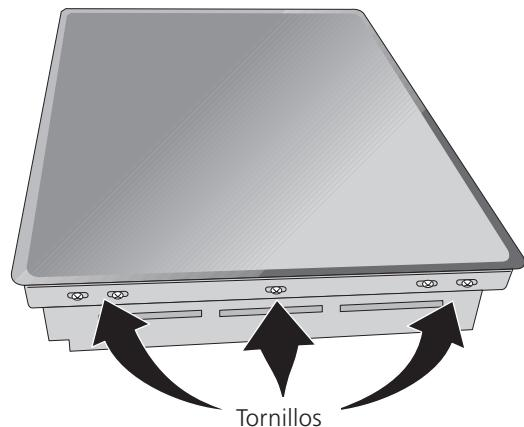

Figura 6
1. Visualmente inspeccione la estufa para daños. Verifique además que todos los tornillos de la estufa estén bien ajustados (Figura 6).